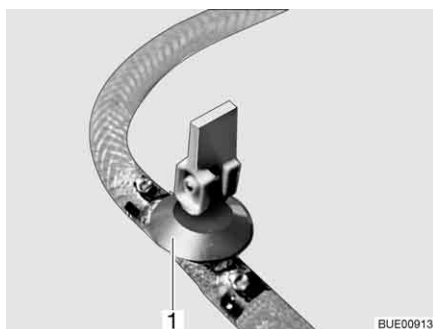
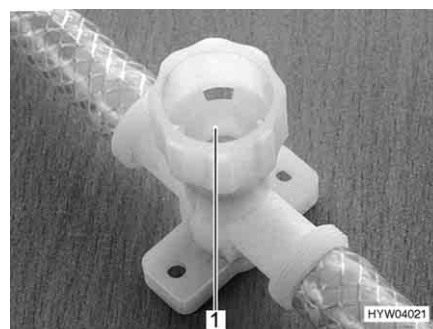

Bild 156 Ablasshahn (mit Kipphebel)
Bild 157 Ablasshahn (mit Drehkappe)
- Alle Ablasshähne schließen. Dazu den Kipphebel des Ablasshahns (Bild 156,1) waagrecht stellen oder die Kappe des Ablasshahns (Bild 157,1) im Uhrzeigersinn zudrehen.